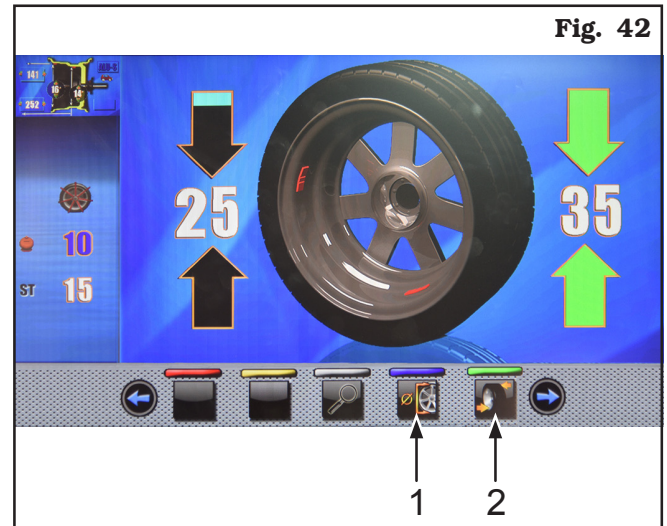

Fig. 42
- de la página aplicación pesos lado externo rueda (Fig. 42)
apretar el pulsador "programas y medición" (Fig. 42 ref. 1). Comparece la siguiente pantalla:
- Apretar la tecla para ejecutar el nuevo cálculo del valor del peso a aplicar en la nueva posición configurada. En el monitor vuelve a aparecer la pantalla (Fig. 42) con los valores eventualmente actualizados.
- Si el operador quiere modificar el punto de aplicación del peso adhesivo “lado interno rueda”, es suficiente apretar la tecla (Fig. 42 ref. 2). La rueda, el láser y la pantalla se predisponen a la aplicación de tal peso. Comparece la siguiente pantalla: